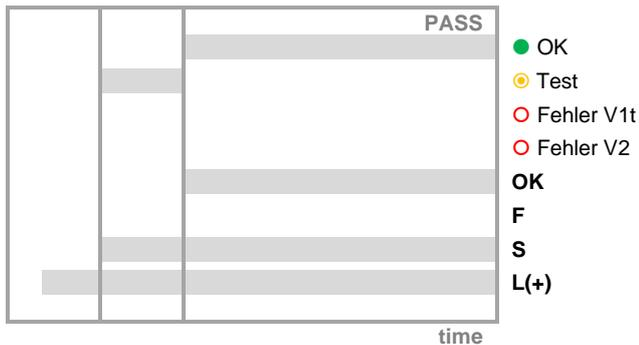
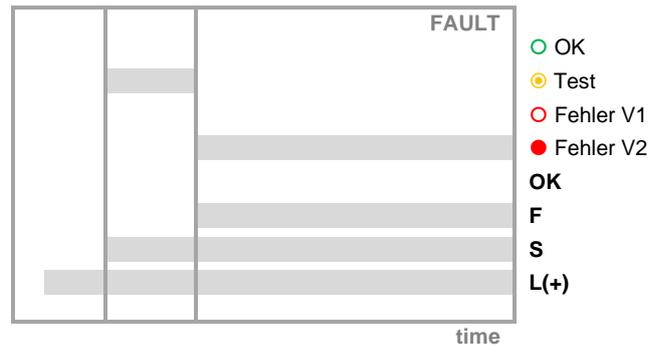

Abb.12
Abb.13
Das Gerät wird durch Anlegen einer Spannung an Klemme 3 eingeschaltet. Wenn das Startsignal (S) angelegt wird, beginnt der Prüfzyklus. Bei dichten Ventilen wird die grüne LED4 eingeschaltet und das OK-Signal an die Brennersteuerung gegeben (Abb.12). Wird eine Leckage am Ventil V1 oder V2 festgestellt, wird die zugehörige rote LED5/6 eingeschaltet und die Störmeldung (F) an die Brennersteuerung weitergeleitet (Abb.13).